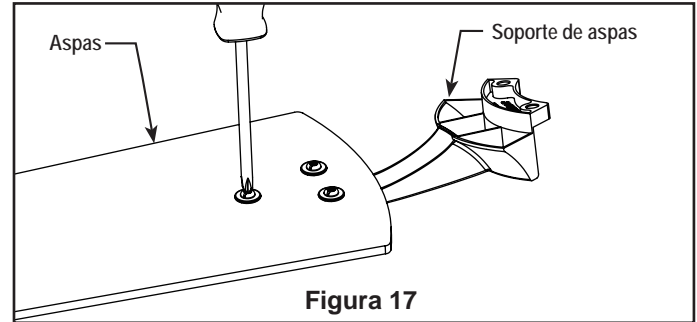

Figura 17
3. Coloque el aspa sobre el soporte de aspas con los pilotes roscados a la vista. Asegúrese de que la parte inferior del aspa se encuentre bien apoyada sobre el soporte. Con un destornillador Phillips, fije los tornillos con cabeza de arandela de 3/16-24 x 7.5 mm para asegurar la placa en el brazo de sujeción de las palas. (Figura 17).